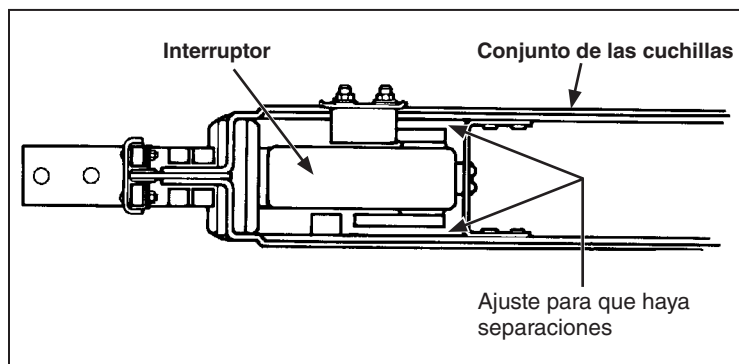

Figura 44. Conjunto de la cuchilla en posición de cierre total.
**PASO 34.** La cámara interruptiva debe quedar en un plano paralelo al recorrido de las cuchillas, y las cuchillas deben pasar por encima de la cámara interruptiva con una separación aproximadamente igual a ambos lados. Vea la Figura 44.